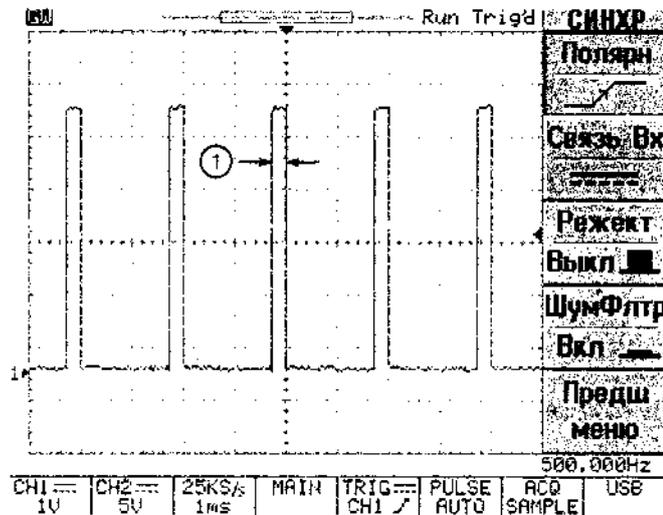

Рисунок 8.22. Положительная полярность сигнала
1) при задании положительной полярности сигнала, анализироваться будет длительность импульса, отмеченная на рис. 8.21 как (1). В этом случае после запуска развертки изображение на ЖКИ будет как на рис. 8.22